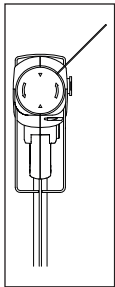

рис. 3
- Потяните защитный кожух в указанное положение (см. рис. 3), чтобы облегчить установку защитного экрана.